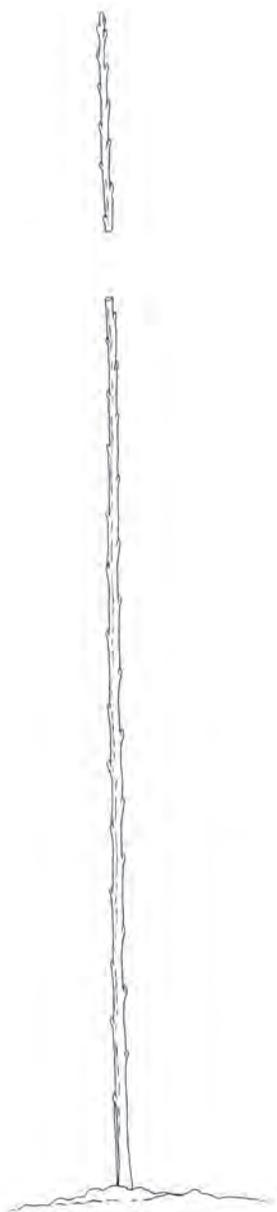

Figura 23
- Recorte el árbol nuevo hasta una altura de entre 30 y 36 pulgadas sobre el nivel del suelo, según la altura deseada de los ejes verticales futuros (Figura 23).